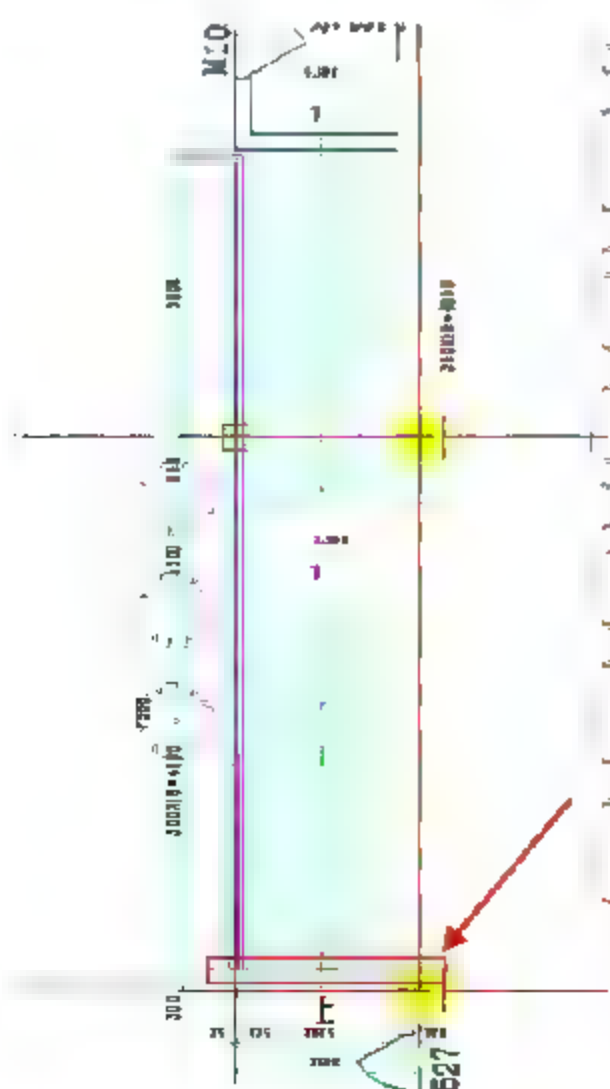

图 10.5.25 第一条水平踏步参照面
(3) 绘制踏步的参照平面。按快捷键 **R+P** 绘制参照平面命令，对齐第一条楼梯线，绘制参照线，如图 10.5.25 所示。